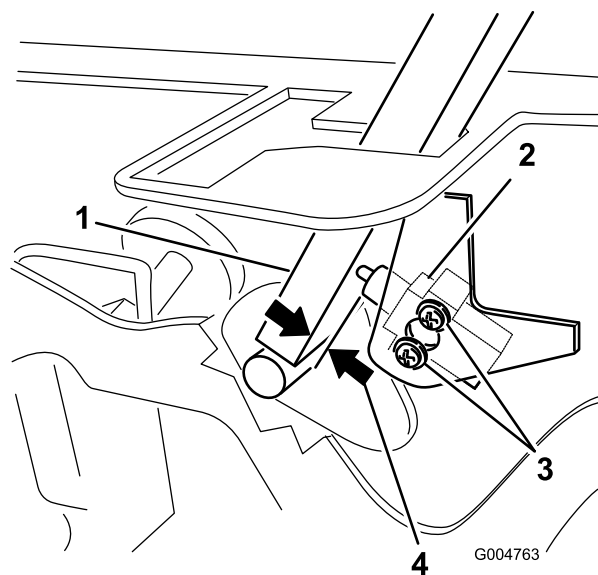

図 48
3. インタロックスイッチを固定しているねじ2本を取り外す(図 48)。
4. コントロールレバーをフレームに押し付けた状態でスイッチをレバーの方へ移動させて、図 48のようにレバーとスイッチボディとの距離を 0.4-1 mm に調整する。